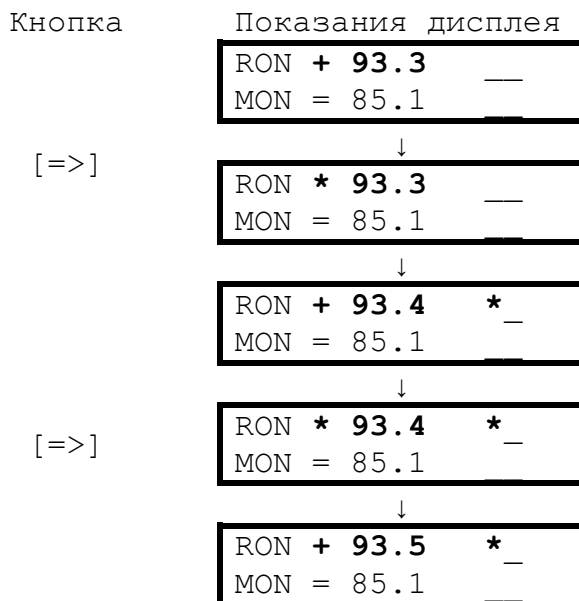

Рис. 6. Пример выполнения операции «+»
3.6.5. Довести значение корректируемого параметра до требуемой величины. Для этого необходимо производить нажатие кнопок [$\leq$] или [$\geq$]. При этом знак операции кратковременно заменяется знаком «*» (прибор обрабатывает поступившую информацию), а затем значение параметра изменяется. На рис.6 и 7 представлены примеры выполнения операций «+» и «<». Каждое нажатие кнопок [$\leq$] или [$\geq$] при использовании операций «+» и «<» производит изменение параметра на 0.1 ед. октанового (цетанового) числа. При использовании операций «<» и «>» изменение на 0.1 ед. октанового (цетанового) числа происходит не всегда, поэтому следует произвести при необходимости несколько нажатий.